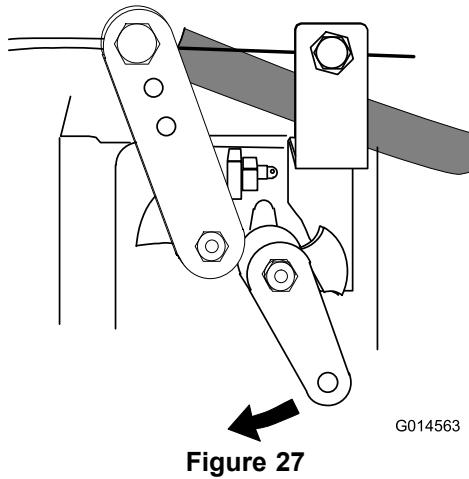

Figure 27
3. Tournez la clé de contact à la position ARRÊT (0).
Si le moteur ne s'arrête pas lorsque la clé de contact est en position ARRÊT (0), actionnez le levier d'arrêt du moteur vers l'avant (Figure 27).